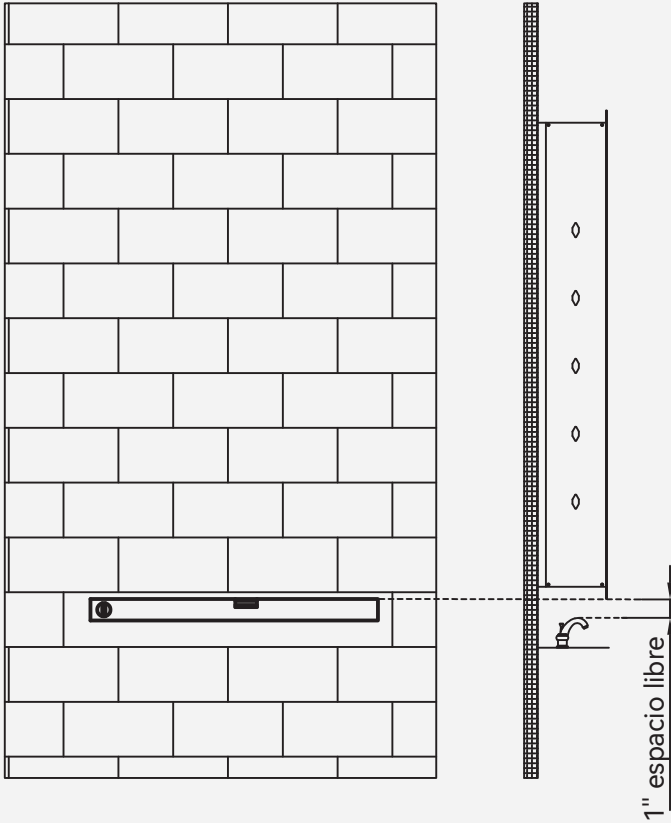

Fig 6
1. Establezca la altura precisa y dibuje una línea horizontal nivelada (Fig 6). **IMPORTANTE:** Coloque el gabinete de medicina a la altura precisa. Asegúrese de que haya al menos 1" de espacio libre por encima de cualquier obstrucción.